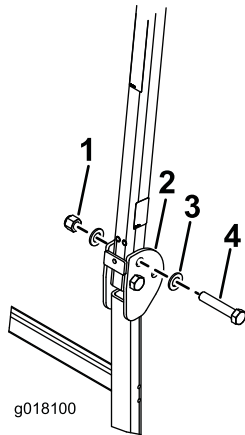

Figura 15
2. Coloque una arandela (13/16" x 1 1/2") en cada perno (3/4" x 4"), según se muestra en Figura 15.
- En los taladros de donde se retiraron los pasadores, instale los pernos y las arandelas (Figura 15).
- Coloque otra arandela sobre cada perno y sujételas con tuercas (3/4"), según se muestra en Figura 15. Apriete las tuercas a 323–396 N·m.
- Apriete el perno de pivote del ROPS (Figura 15) a 91–113 N·m para evitar que reboten la barra antivuelco y el toldo.